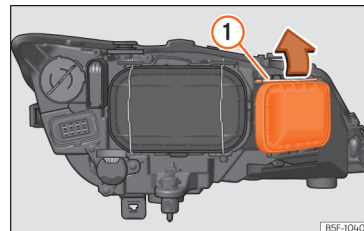

Abb. 59 Fernlichtleuchte.
- Die Strebe » Abb. 59 ① in Pfeilrichtung verschieben und den Deckel abnehmen.